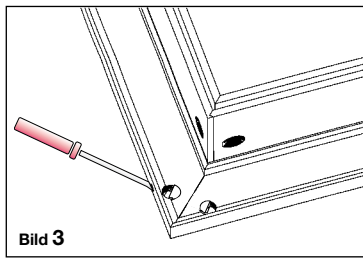
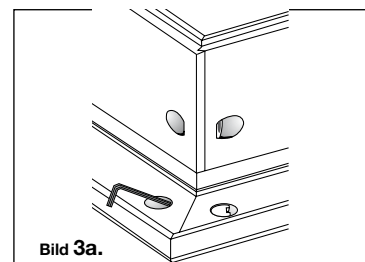

Bild 3
Bild 3a.
Hutmutter vorspannen - Schrauben bei Querteil, Hutmuttern bei Längsteil einsetzen. Längs- und Querfutter genau ausrichten und fest verschrauben (Bild 3). Bei bombierten Verkleidungen (FZ-9R) siehe Rückseite (Bild 3a)
3. Gehrungsfläche bei der Falzverkleidung beleimen, beim Futterquerteil nur Leimpunkte im Fräsfalz. (siehe Bild 2a). Den Querteil dazustellen und die Inbusschraube durch die stirnseitige Bohrung an der Gehrung einfädeln. Nun die geschlitzte Hülse über den Schraubenkopf stecken und die Schraube mit dem Kugelimbus anziehen. Futterteile mit 2 Stück M5 Schrauben (3-4 bei größeren Wandstärken) und Hutmuttern vorspannen - Schrauben bei Querteil, Hutmuttern bei Längsteil einsetzen. Längs- und Querfutter genau ausrichten und fest verschrauben (siehe Bild 3a).